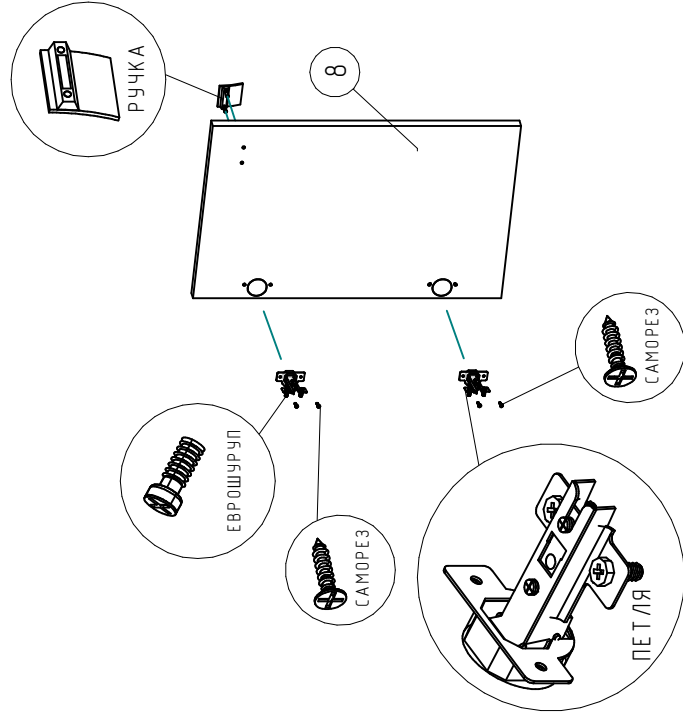

Рис.2
9. Установите медельные петли на двери, закрепите саморезами (рис.2).